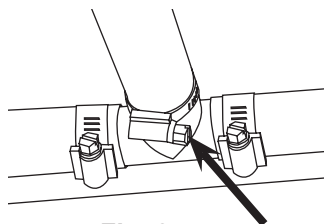

Fig. 24
10. Con el remolque estacionado sobre una superficie nivelada y las ruedas bloqueadas, localice las abrazaderas del tornillo sin fin debajo del centro de la defensa. Con un destornillador o una llave de tuercas, afloje la abrazadera central del tornillo sin fin del tubo (Fig. 24). Retírela con cuidado de la brida y deslícela hacia arriba por el tubo.